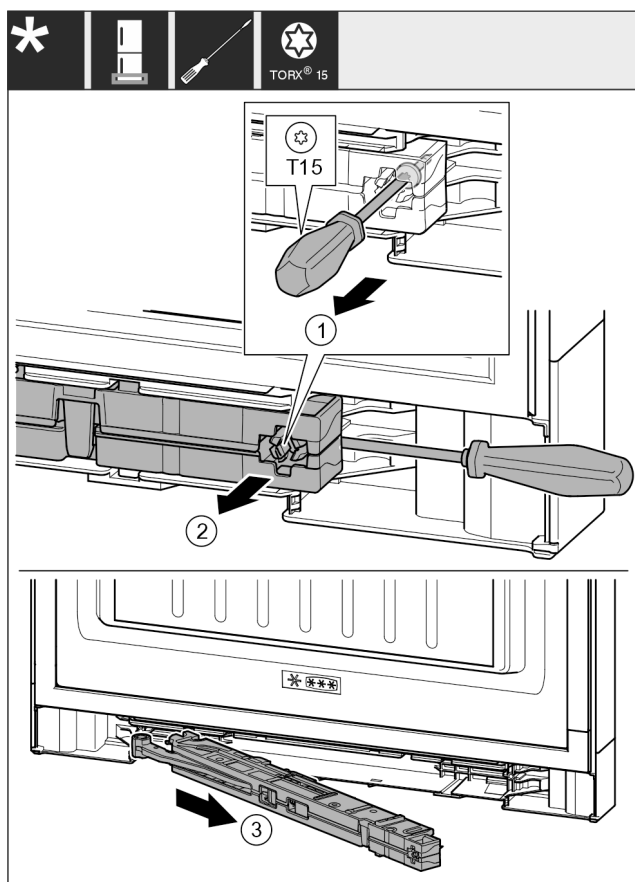

Fig. 20
- ▶ Odkręcić śrubokrętem śrubę Fig. 20 (1) na amortyzatorze zamykania drzwi na 14 mm.
- ▶ Wyczepić amortyzator zamykania drzwi Fig. 20 (2) śrubokrętem po stronie uchwytu.
- ▶ Wyjąć amortyzator zamykania drzwi Fig. 20 (3).